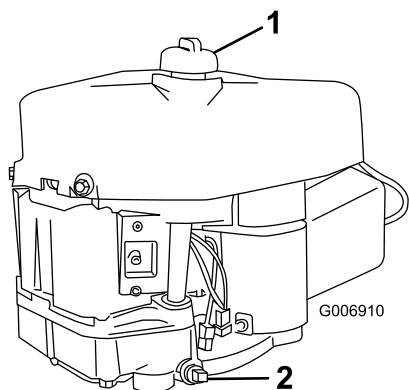

Bild 17
6. Reinigen Sie den Bereich um den Ölpeilstab (Bild 17), damit kein Schmutz in den Einfüllstutzen gelangen und den Motor beschädigen kann.
7. Stellen Sie eine Auffangwanne unter die Ölablassschraube (Bild 17) und nehmen Sie die Schraube ab.
10. Gießen Sie ca. 80 % der angegebenen Ölmenge langsam in den Einfüllstutzen (Bild 17). Prüfen Sie den Ölstand; siehe 4 und 5 unter „Prüfen des Ölstands“.
- Gießen Sie ca. 80 % der angegebenen Ölmenge langsam in den Einfüllstutzen (Bild 17). Prüfen Sie den Ölstand; siehe 7 und 8 unter „Prüfen des Ölstands“.